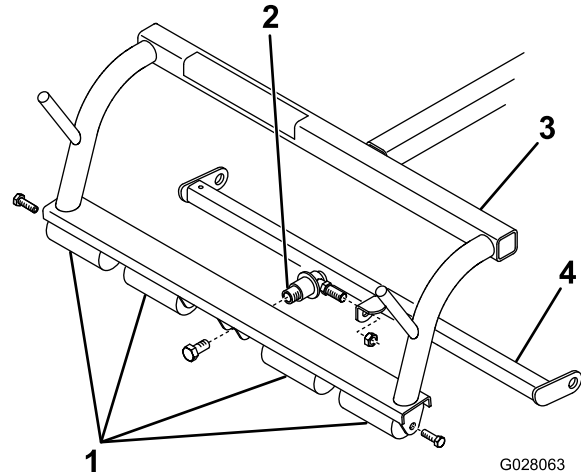

Figura 1
2. Togliete il telaio di trazione e il giunto a sfera di collegamento; fate riferimento a Figura 1.